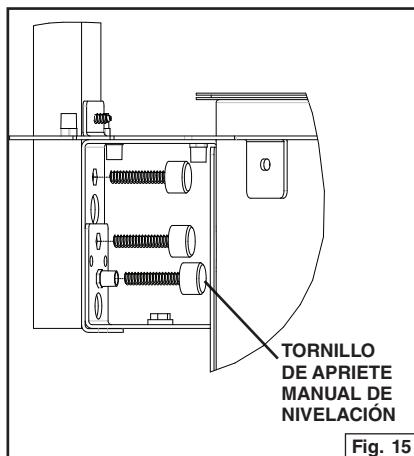

Fig. 15
7. Nivele las dos unidades con la superficie de la estufa usando el tornillo de apriete manual de nivelación. Fig. 15.